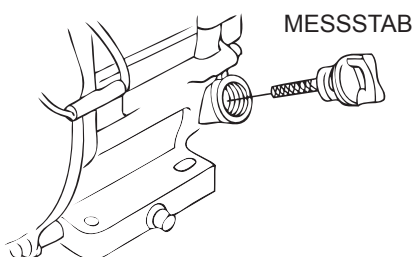

Abbildung 4. Motorölmessstab (Herausziehen)
2. Öleinlassschraube/Messstab aus der Öleinlassöffnung ziehen (Abb. 4) und sauber wischen.